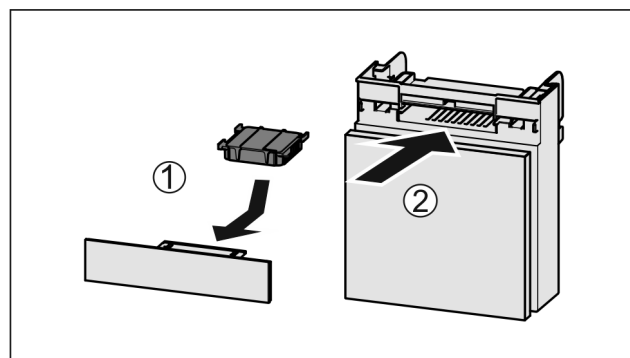

Fig. 69
- Insérer le filtre à charbon actif d'après le schéma Fig. 69 (1).
- Insérer le compartiment *Fig. 69 (2)*.